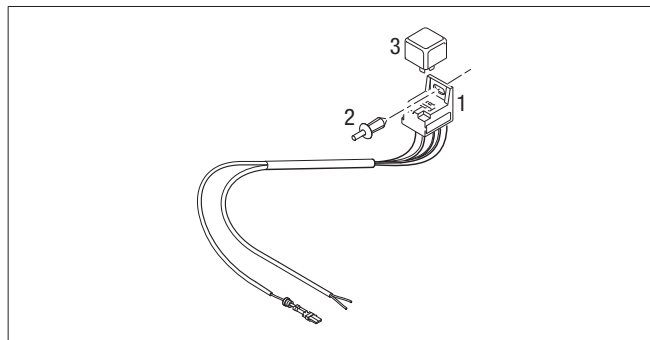

Figura 8
- Fijar el zócalo del relé del ventilador (1) a un punto apropiado, accesible con sujetacables o remache de expansión (2). Para ello presionar el perno del remache de expansión 5,5 x 12 hacia dentro hasta que el zócalo del relé asiente firme, véase Figura 8.
- Colocar la tapa (3) sobre el zócalo del relé.